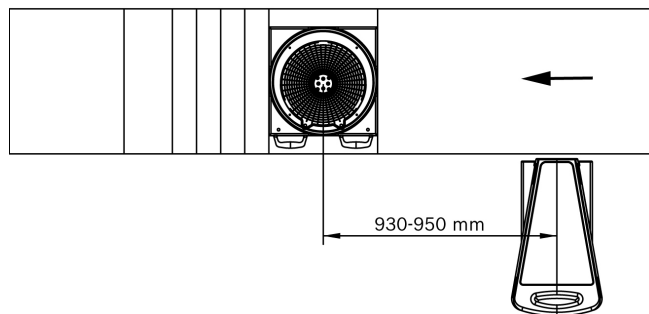

Fig. 3: Distance entre la plaque rotative et la tête de mesure
1. Déterminer la position de la tête de mesure avec la plus petite distance avec la plaque rotative (fig.3).